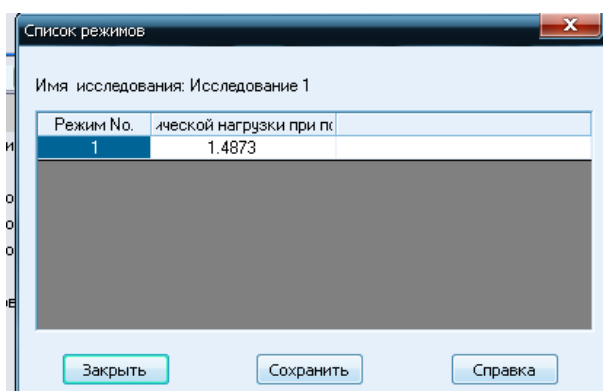

Рисунок 4.6 – Коэффициент критической продольной нагрузки
1. Нажмите правой кнопкой мыши на папку **Результаты** и выберите **Показать коэффициенты критической продольной нагрузки**. Коэффициент критической продольной нагрузки равен приблизительно 1,49 (рис. 4.6).